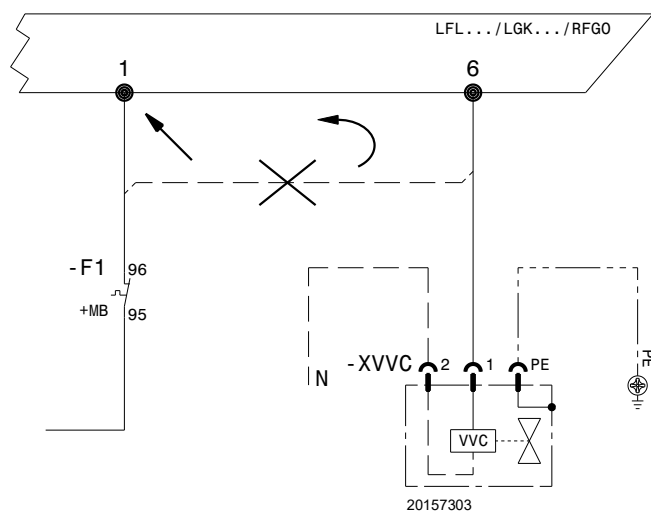

Fig. 6
- Collegare l'alimentazione della valvola fornita a corredo del kit al morsetto 6 controllo fiamma da dove è stato precedentemente rimosso il comando motore (Fig. 6);